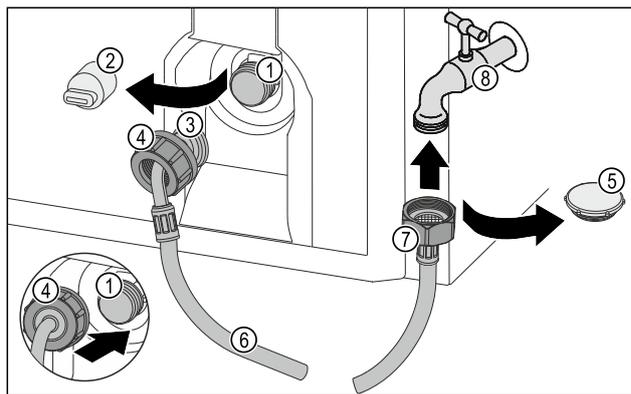

Fig. 58
- ▶ 移除密封盖 Fig. 58 (5)。
- ▶ 将软管直头 Fig. 58 (7) 装在水龙头 Fig. 58 (8) 上。
- ▶ 顺时针拧紧软管直头 Fig. 58 (7) 上的螺母。